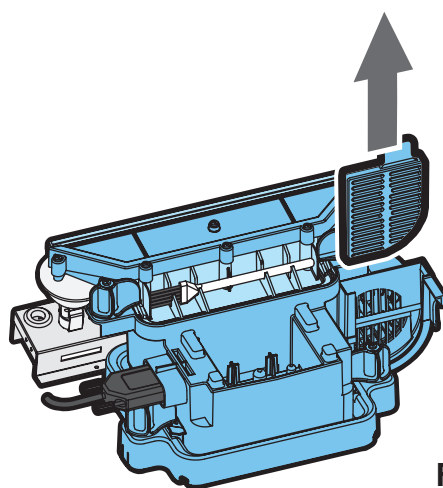

Fig.17
4. Schuif de plastic luchtfilterhouder voorzichtig omhoog. (Zie Afb.17)